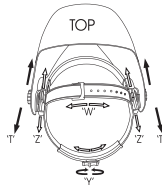

Fig.5
- Hjelmens pasform indstilles.** Hovedbåndets samlede omfang kan gøres større eller mindre ved at dreje på knappen bag på hovedbåndet (se indstilling "Y" i Fig. 5). Dette kan gøres, mens hjelmen sidder på hovedet. Indstil spændingen på en sådan måde, at den sidder fast, men ikke for tæt på hovedet.
- Den optimale hovedbåndhøjde kan indstilles individuelt med tværbåndet. Løsn tværbåndet ved at trykke niplen ud af hullet i båndet. Forskyd de to ender ud eller ind efter behov og tryk niplen ind i det næste hul (se indstilling "W" i Fig. 5).
**Trin 1:** Løsn klemmemøtrikken (se "T" i Fig. 5) og indstil afstanden mellem hjelm og ansigt, mens hjelmen er
**Trin 2:** Løsn nu klemmestrikket på begge sider af hjelmen og skyd hjelmen hen mod ansigtet eller væk fra ansigtet (se indstilling "Z" i Fig. 5). Det er vigtigt, at afstanden mellem begge øjne er den samme hen til forsatskiven. Ellers kan mørklægningseffekten fremkomme uens.